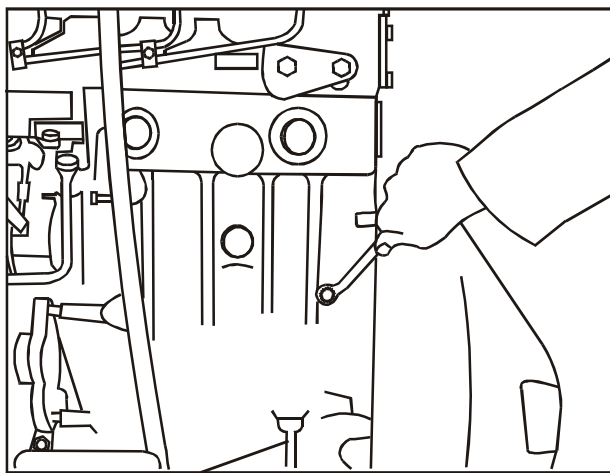

FIG 1
3. Remova o bujão de drenagem. Veja a **Fig. 1** e drene todo o sistema de arrefecimento.